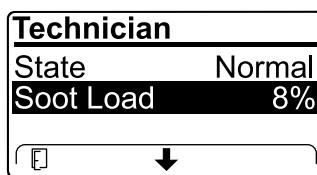

図 36
- すすの蓄積レベルDPFでの表示される図36を確認するすす蓄積表を参照